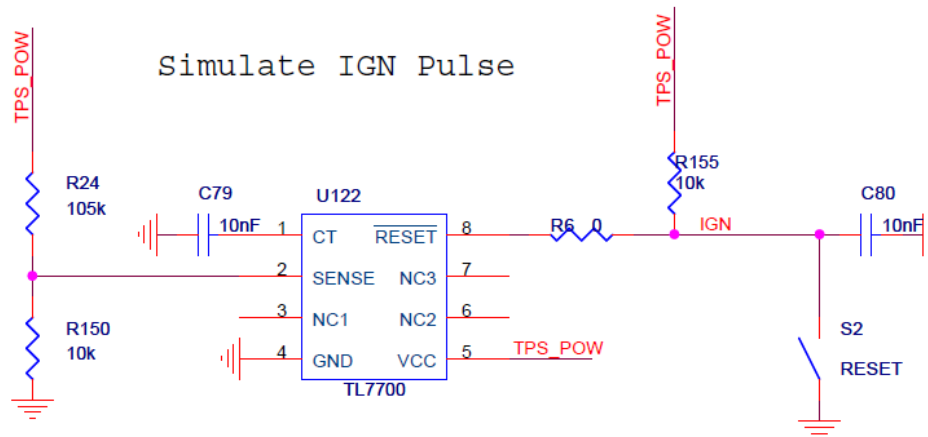

图 2. 电路上以仿真 IGN 脉冲
- 在控制卡中，以下的电路被添加以仿真一个点火脉冲。TPS65381 的 IGN 输入应该在电源（图 2 中的 VBAT，TPS\_POW）达到 5.8V 前应该保持低电平。否则，您必须再次接通 IGN 脉冲以使 TPS65381 正常工作。在 IGN 引脚上有内部延迟和去毛刺脉冲。然而，如果电源斜升极低（从 0V 至 5.8V 的 300ms 上升时间），这个内部延迟不够长，而需要一个启动复位电路（请见图 2）。否则，NRST 会在 VBAT 达到 5.8V 前被释放，而且会导致一个 TPS65381 内置自检 (BIST) 故障。为了使其简化，如果以下情况发生时，这个电路可被拆除：
在两个情况下，MCU 用与图 2 中显示的时间戳来处理安全装置。它在开窗口的中间提供 3 个开窗口安全装置响应，并在关闭的窗口启动后 5ms 提供第四个响应。正如《安全应用数据表内用于微控制器的 TPS65381-Q1 多轨电源》(SLVSBC4) 中提到的那样，“在这个最终正确的 SPI WD 令牌响应后，下一个令牌将在 1 个系统时钟周期（典型值 250ns）内生成，这之后，下一个 WD 开窗口（问答 + 1）启动”。因此，当第四个响应被提供时，MCU 和 TPS65381 安全装置被同步。